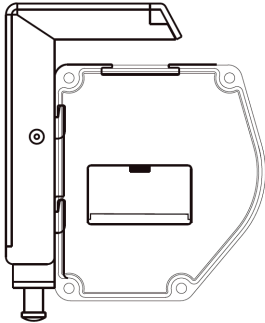

Abbildung 11
5. Um die Leinwand fest an den Halterungen zu arretieren, drehen Sie die Verschlusschrauben im Uhrzeigersinn. Dabei wandert die Leinwand langsam nach oben gegen die Halterung. Wenn dies auf beiden Seiten geschehen ist, ist die Leinwand gegen ein versehentliches Ausheben aus den Halterungen gesichert. Nur so ist die Montage zulässig! (Abb. 11 und 12)